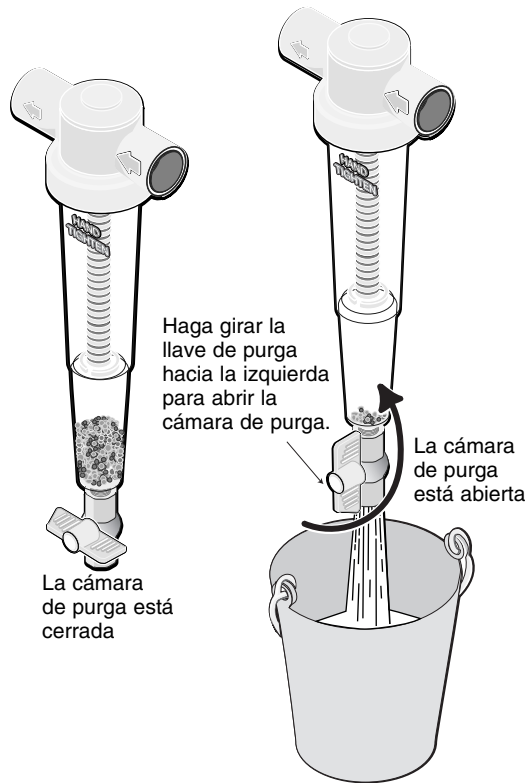

Figura 4
El filtro se deberá limpiar cuando aproximadamente la mitad de la cámara de purga esté llena de arena y de limo. Consulte la Figura 4.
1. Abra la llave de purga y deje que el agua haga salir la arena (Figura 4) fuera de la cámara.